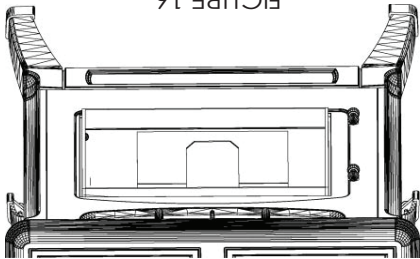

FIGURE 16
- Retirez régulièrement le cendrier et videz-le (voir Figure 16) en dévissant les deux boutons sur l'avant du piédestal en dessous de la façade inférieure. Retirez bien les cendres. (Voir plus haut «ÉVACUATION DES CENDRES»)